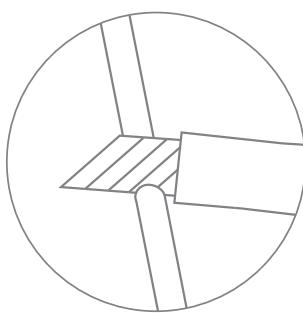

Рис. 8
- Разрежьте трубку из комплекта поставки (рис. 8) на две части. Срез должен быть только под прямым углом, ровным, без зазубрин и волн.